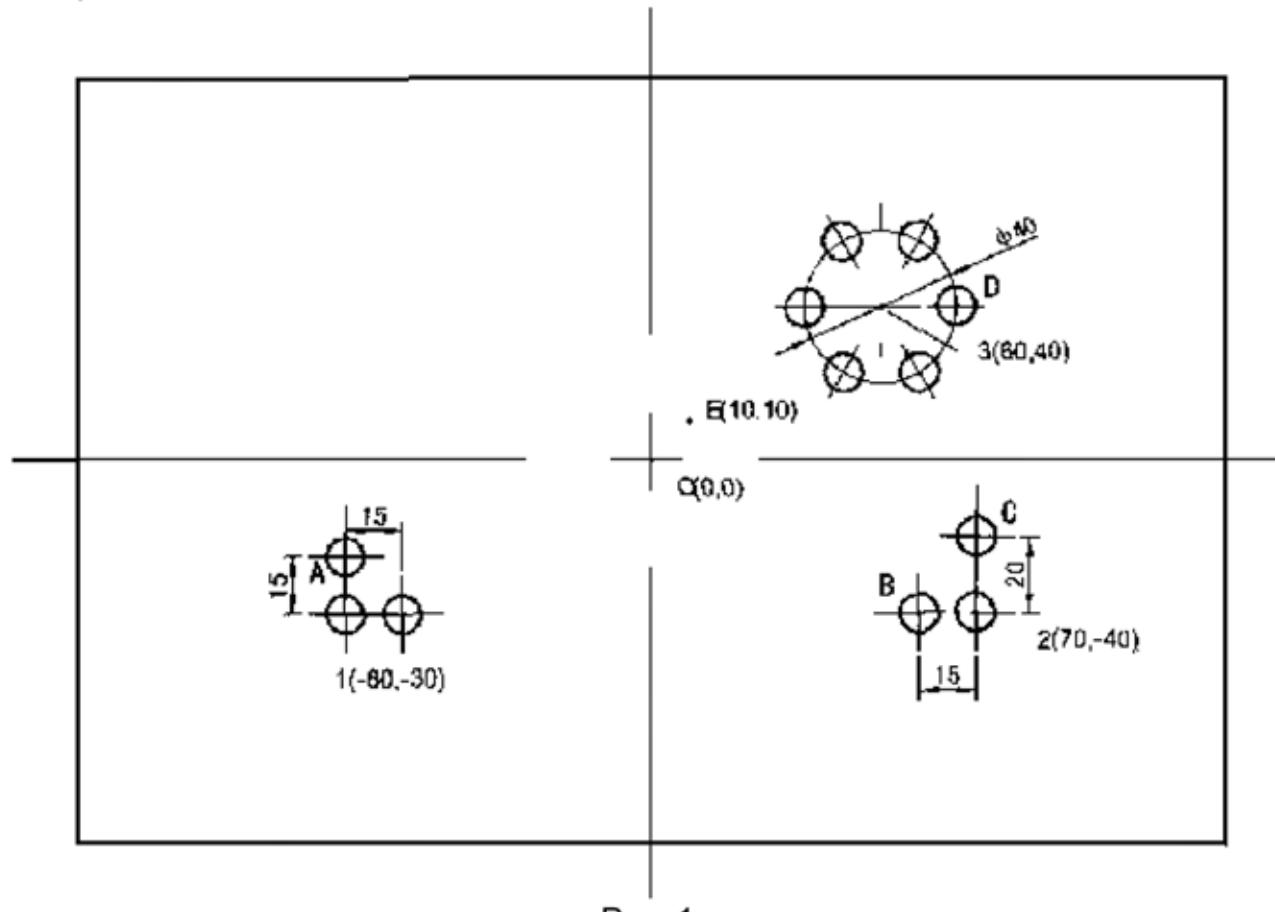

Рис. 1
1. Установите исходное положение в абсолютном режиме (при включенной индикации ALE) на главной исходной точке заготовки, например, Точка O на рис. 1 далее. Установите вспомогательные исходные положения во вспомогательных исходных точках заготовки, например, Точка 1, 2 и 3 на рис. 1. Возможно ввести режим отображения каждого вспомогательного исходного положения (UCS),
В качестве примера возьмите рис. 1: После включения станка, переместите инструмент станка в центральную точку О на рис. 1, введите абсолютный режим отображения.
Установка всех вспомогательных исходных положений заготовки, показанных на рис. 1, была завершена.
Почему ввод положения координат каждого вспомогательного положения осуществляется в противоположном направлении отображенного значения? Это объясняется следующим образом. В режиме вспомогательного исходного положения (UCS), когда координаты вводятся в абсолютном режиме, отображенные данные будут исходным положением в соответствующей UCS. Это происходит из-за того, что вспомогательное исходное положение берется в качестве исходной точки UCS при относительном режиме отображения. На рис. 1 можно видеть, что Точка О – в положении (-80, -30) в отношении к Точке 1, (-70, -40) в отношении к Точке 2, и (-60, -40) в отношении к Точке 3. Если оператор вводит координаты вспомогательной исходной точки, отличные от исходного положения в абсолютном режиме, отображенные данные будут положением в отношении к вспомогательной исходной точке в соответствующем UCS. Например, когда положение третьего вспомогательного исходного положения вводится в Точке Е, в результате отобразится (-50, -30).
В качестве примера возьмите снова заготовку, показанную на рис. 1: Переместите стол станка в исходную точку О.
Установка всех вспомогательных исходных положений заготовки, показанной на рис. 1, была завершена.
В качестве примера возьмите заготовку, показанную на рис. 1.